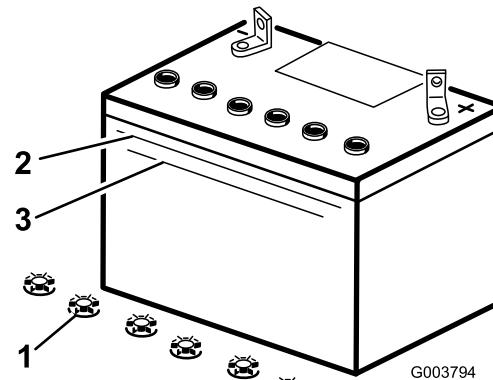

図 35
3. バッテリーを側面から見て液の量を確認する。上の線まであればよい（図 35）。バッテリー液の量が下の線より下がらないように管理する（図 35）。
6. バッテリーの補給キャップを外す（図 35）。
7. 液量が上の線に達するまで（図 35）、各セルに蒸留水をゆっくりと補給する。
8. 各セルに補給した後、5~10分待って液量がバッテリーケースの上の線（図 35）に届かなければ蒸留水を足す。